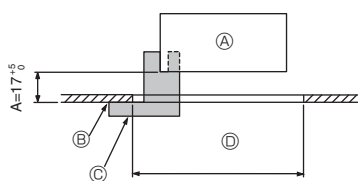

Fig. 9-2
①	Grille	1	950 × 950 (mm)
②	Modello per l'installazione	1	(Diviso in 4 parti)
③	Vite (4 × 16)	1	per PLP-6EAE, PLP-6EALME, PLP-6EALME
④	Pannello angolare i-see sensor	1	per PLP-6EAE, PLP-6EALME, PLP-6EALME
⑤	Telecomando senza fili	1	per PLP-6EALM, PLP-6EALME
⑥	Supporto del telecomando	1	Incluso se è in dotazione il telecomando wireless.
⑦	Batterie AA LR6	2	Incluso se è in dotazione il telecomando wireless.
⑧	Viti autofilettanti da 3,5 × 16	2	Incluso se è in dotazione il telecomando wireless.
9.2. Preparazione dell'attacco della griglia (Fig. 9-2)
- Utilizzando il modello ② fornito con questo kit, regolare e controllare la posizione dell'unità principale rispetto alla superficie del soffitto. Se l'unità principale non è posizionata correttamente rispetto alla superficie del soffitto, potrebbero derivarne perdite d'aria o la formazione di condensa.